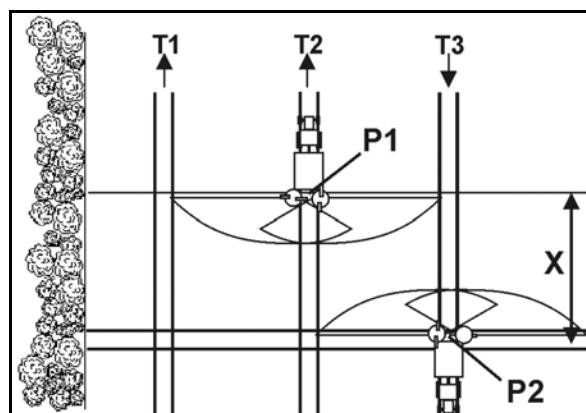

图 46
- 如果撒播盘距田边地车道的距离为 X ，驶入车道 P1 点 (图 46) 时滑门打开。
- 如果撒播盘位于田边地第一车道的高度，驶离车道 P2 点 (图 46) 时关闭滑门。